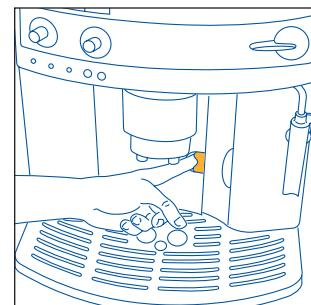
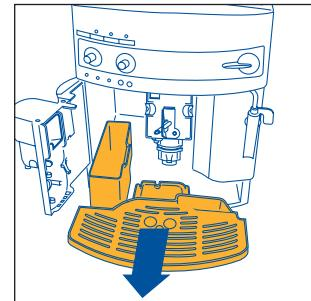

Fig.15
Fig.16
MERKNAD 7: Maskinen teller antall kopper kaffe som lages. For hver 14. enkelte kopp kaffe (eller hver 7. doble) tennes varsellampen  (og forblir tent) for å angi at beholderen for kaffegrut er full er full og at den må tømmes og rengjøres. Så lenge du ikke rengjør beholderen, vil varsellampen være tent og det er ikke mulig å lage kaffe. For å rengjøre beholderen, åpne den lille døren på fremsiden av maskinen ved å dra i håndtaket (fig. 15). Dermed vil den blinkende varsellampen  tennes (se avsnitt 12, punkt 9). Trekk deretter ut dråpeoppsamlingsskålen, (fig. 16) tøm den, og rengjør den deretter. Tøm og rengjør beholderen godt og pass på å fjerne alle rester som kan ha lagt seg igjen i bunnen. Tørk også opp eventuelle kondensdråper på innsiden av maskinen under dråpeoppsamlingsskålen
- Åpne den lille døren (fig. 15).
- Ta ut dråpeoppstillingsskålen og grutbeholderen (fig. 16) og rengjør dem.